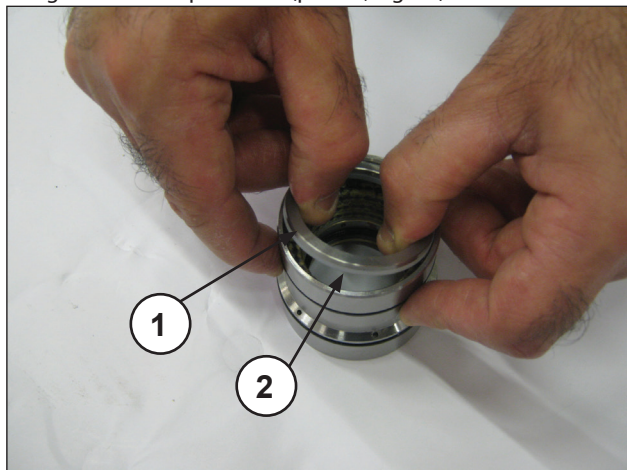
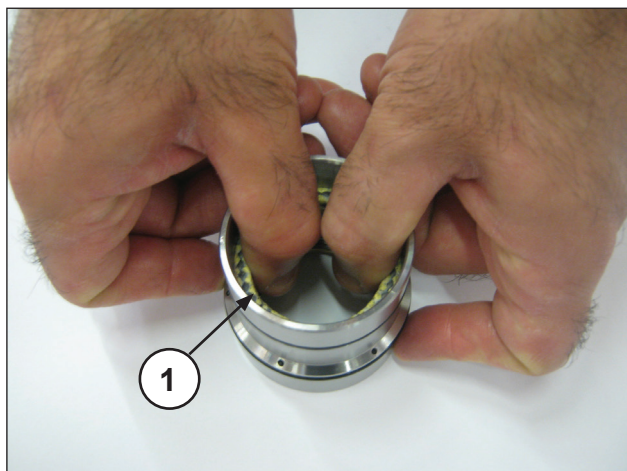

Fig. 48
Fig. 49
Separare il supporto guarnizioni dalla camicia, togliere l'anello per molla e l'anello raschiatore (pos. ①②, Fig. 48) per accedere alle guarnizioni di pressione (pos. ①, Fig. 49).